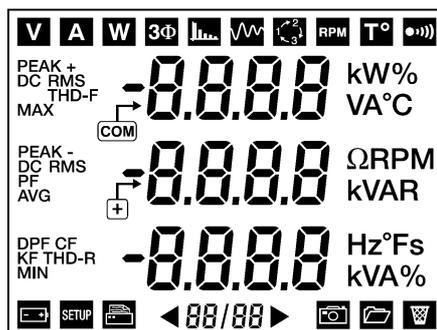

Figure 64 : Le premier écran à mise en marche.
- A l'affichage du premier écran (affichage des 172 segments, voir Figure 64, en page 25), appuyer et maintenir appuyée la touche jaune () jusqu'à bip sonore.